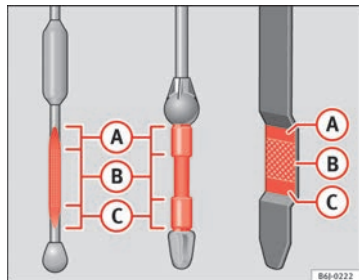

Fig. 167 Asta di misurazione livello olio motore
- In seguito, estrarla di nuovo e controllare il livello dell'olio → fig. 167. Se necessario, rabboccare dell'olio.